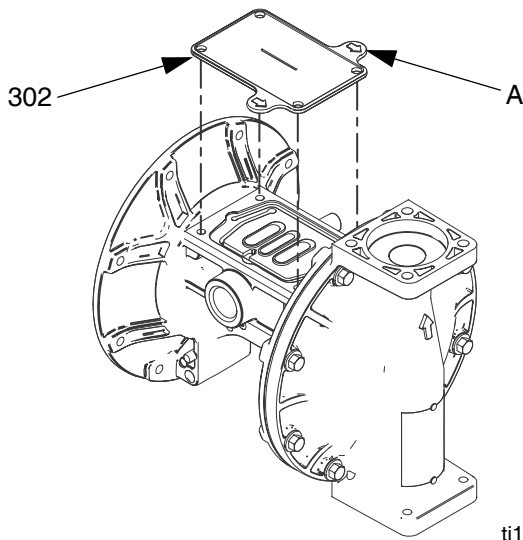

ABB. 7. Werkzeug der Abdeckung für flüssige Medien
- c. Die Rillendichtungen (106) der Welle einfetten, ebenso wie die Länge und die Enden der Membranen-Welle (104). Die Welle in das Gehäuse gleiten lassen.
- f. Die erste Abdeckung für flüssige Medien (3) erneut einbauen. Siehe **Drehmomentanweisungen** auf Seite 15.
- a. Siehe ABB. 7. Bringen Sie das mitgelieferte Werkzeug (302) dort an, wo sich normalerweise die Luftventildichtung (108) befindet. Die Pfeile A müssen in Richtung der Abdeckung für flüssige Medien zeigen, die bereits eingebaut ist.